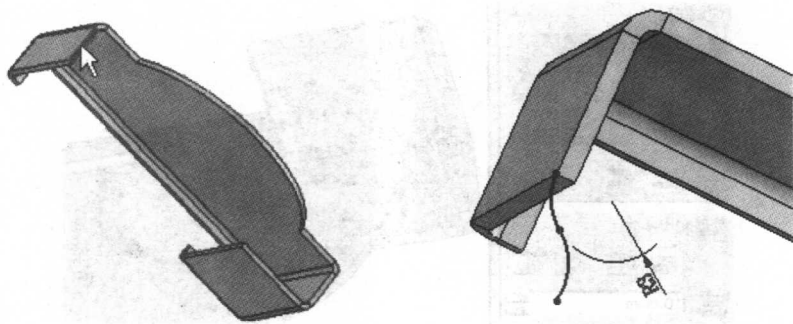

图 1-27 选择绘制草图基准面，绘制斜接法兰草图
(6) 上面的例子是用直线草图来创建斜接法兰 1，下面用圆弧草图来创建斜接法兰 2。选择如图 1-27 所示的面作为绘制草图的基准面，单击 → ，用“三点弧” 工具绘制出两条同样大小的相连的弧，将两条弧作“相切”约束，将弧与边线作“相切”约束，用“智能尺寸” 工具标注出弧的半径为 R3，如图 1-27 所示，单击图标按钮 退出草图绘制。